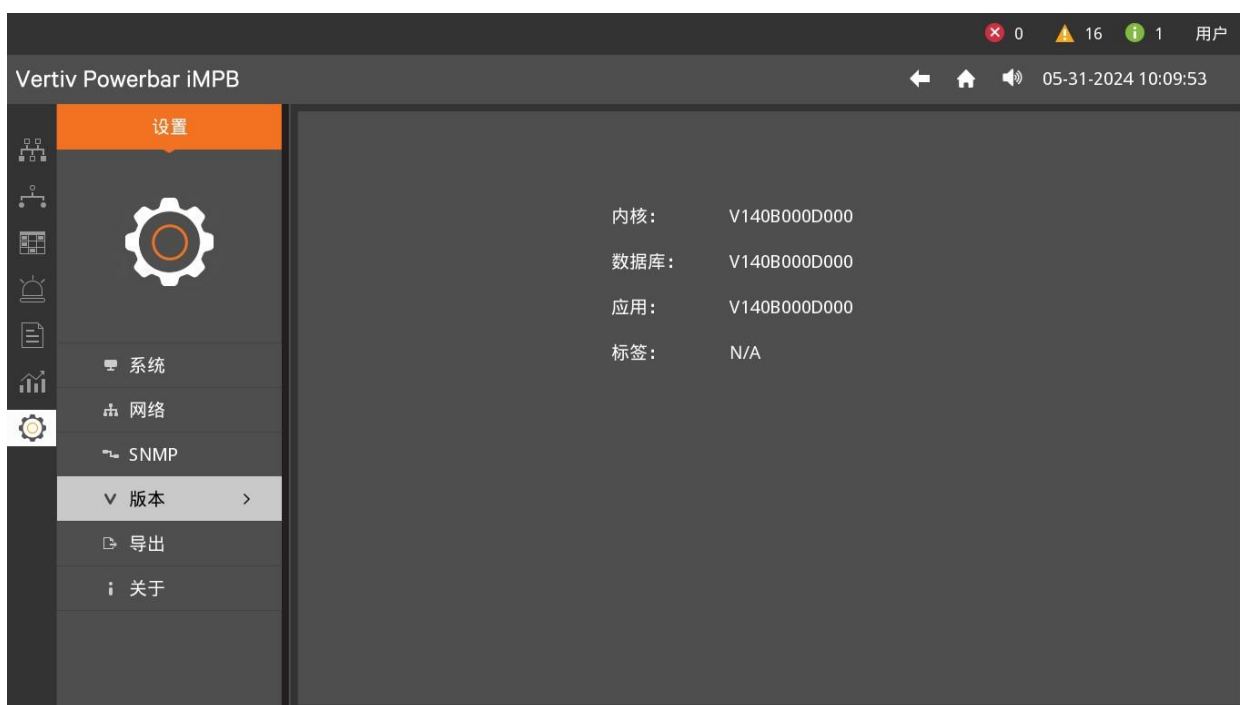

图3-21 版本页面
4. 版本页面：点击版本页面图标，如图 3-21 所示，显示 iMPB 版本信息，主要包括内核、数据库、应用程序的版本号。